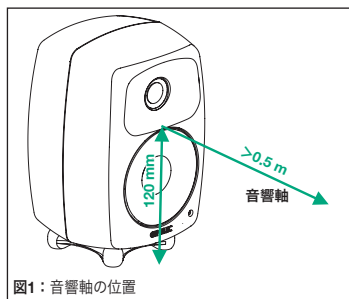
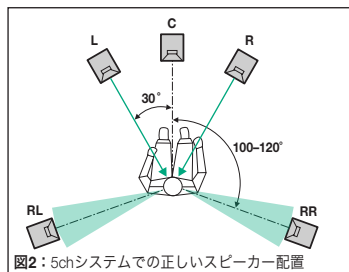

図1：音響軸の位置
図2：5chシステムでの正しいスピーカー配置
**向きを正しく:** 必ず音響軸が聴取位置の耳の高さを向くように配置しましょう (図1 および図2 参照)。クロスオーバー周波数周辺での音の干渉問題を最小限に抑えることができますので縦置きをお勧めします。